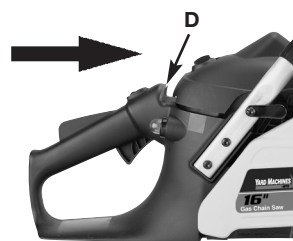

Fig. 9
9. Enfoncez complètement l'étrangleur (D). (Fig. 9)
Scier le trait d'abattage (D) de l'autre côté du tronc, 3 à 5cm (1,5 à 2,0 po) au-dessus de l'entaille d'abattage (C) (Fig. 9).